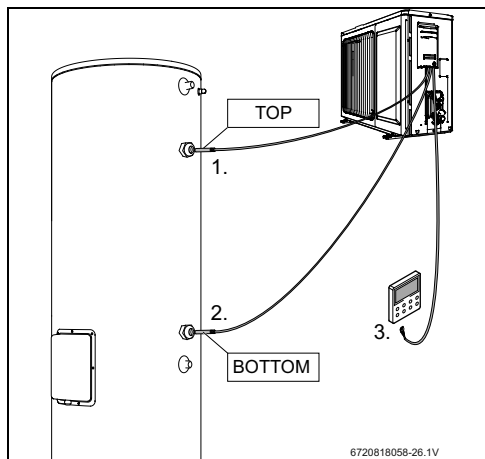

Fig. 42 Raccords pour capteurs et module de commande
- Faire passer la sonde « **partie Haute ballon** » [1] par le passe-câbles dans le doigt de gant supérieur du ballon jusqu'à ce qu'elle touche le bout du doigt de gant (fig. 42).